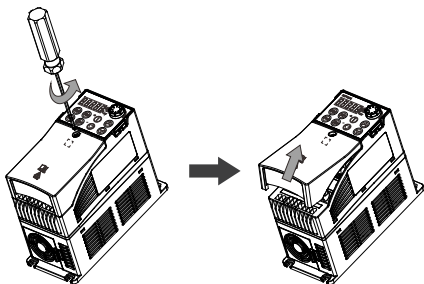

图 C-3 端子盖的拆卸
② 端子盖的拆卸和安装
① 端子盖拆卸，如下图 C-3 用十字螺丝刀沿逆时针旋转螺丝钉，取出螺丝钉，然后拆开端子盖。